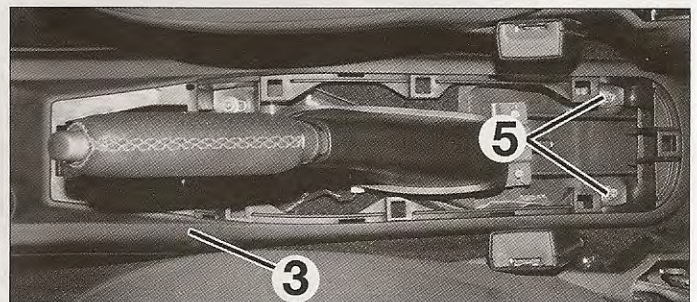

FIG. 41
- Desmontar las 2 tuercas traseras (5) de la consola (3) (fig. 41).